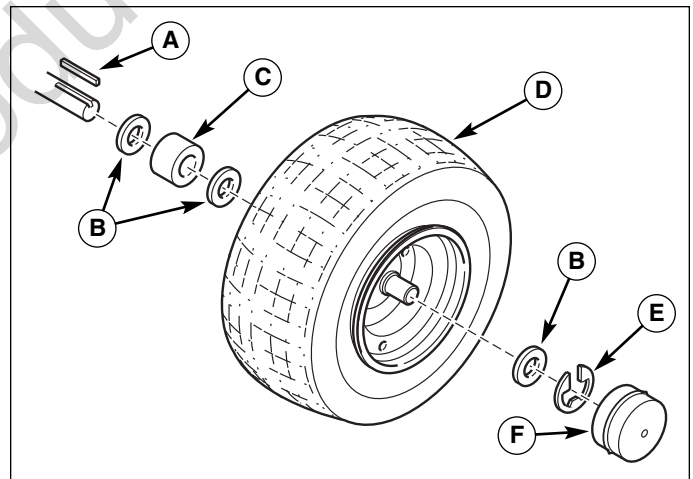

Abb. 18. Befestigungsmittel der Hinterachse
5. Die Bauteile in umgekehrter Reihenfolge wieder einbauen und das Gerät absenken. Sicherstellen, dass der Keil (A, Abb. 18) sich in der Keilnut in der richtigen Position befindet.